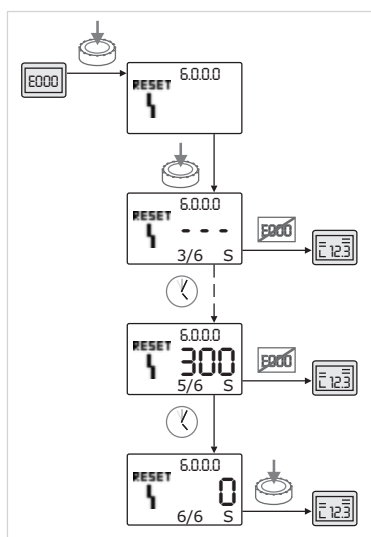

Fig. 59: Квитирование ошибки типа C
- При возникновении ошибок типа C выполнять квитирование показанным ниже образом (рис. 59).